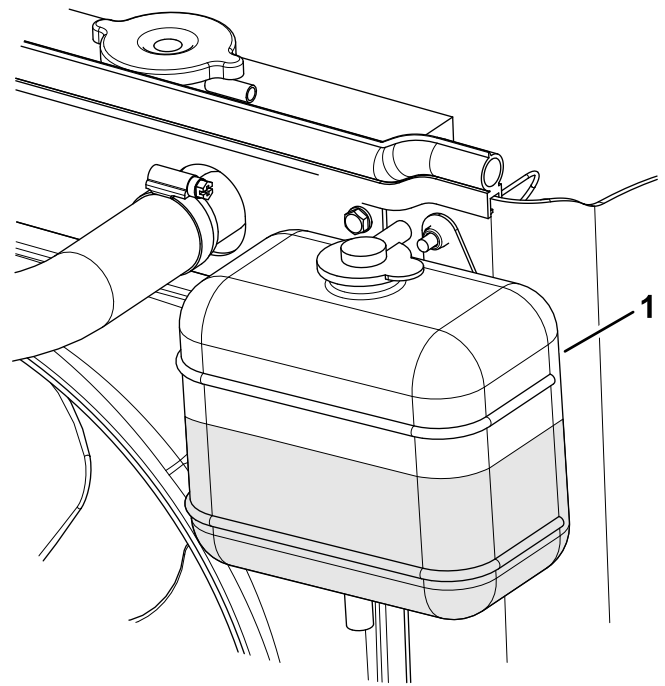

Bild 81
3. Prüfen Sie den Kühlmittelstand im Ausdehnungsgefäß (Bild 81).